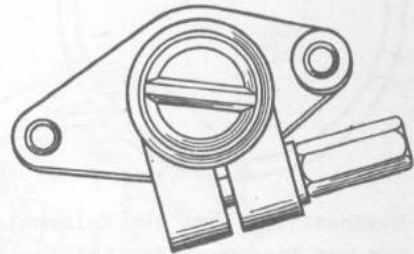

Bild 2-39. Lage der Nut an Antriebswelle des Zündverteilers vor Einbau des Antriebs am Motor
- Antriebswelle des Zündverteilers so drehen, daß die Nut, mit welcher die Kupplung des Zündverteilers (oder des Verteilergebers des kontaktlosen Zündsystems) in Eingriff ist, entsprechend Darstellung in Bild 2-39 gelegen ist;